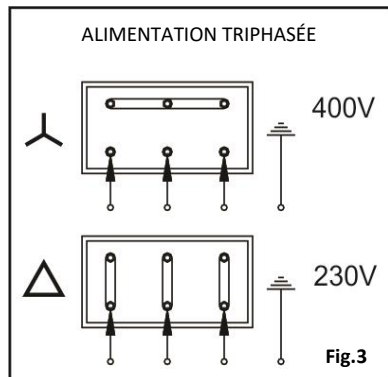

Fig.3
- Les schémas de la Fig. 3 illustrent un branchement électrique bien fait.
- E' necessario installare un interruttore differenziale ($I_{fn} = 30\text{ma}$), con protezione complementare contro scariche elettriche in caso di terra inefficace, il cavo di alimentazione deve rispondere alla normativa CEE (2) oppure deve essere del tipo H07RNF.
- Gli schemi della Fig.3 aiutano ad un corretto collegamento elettrico, in particolare per le versioni trifasi.